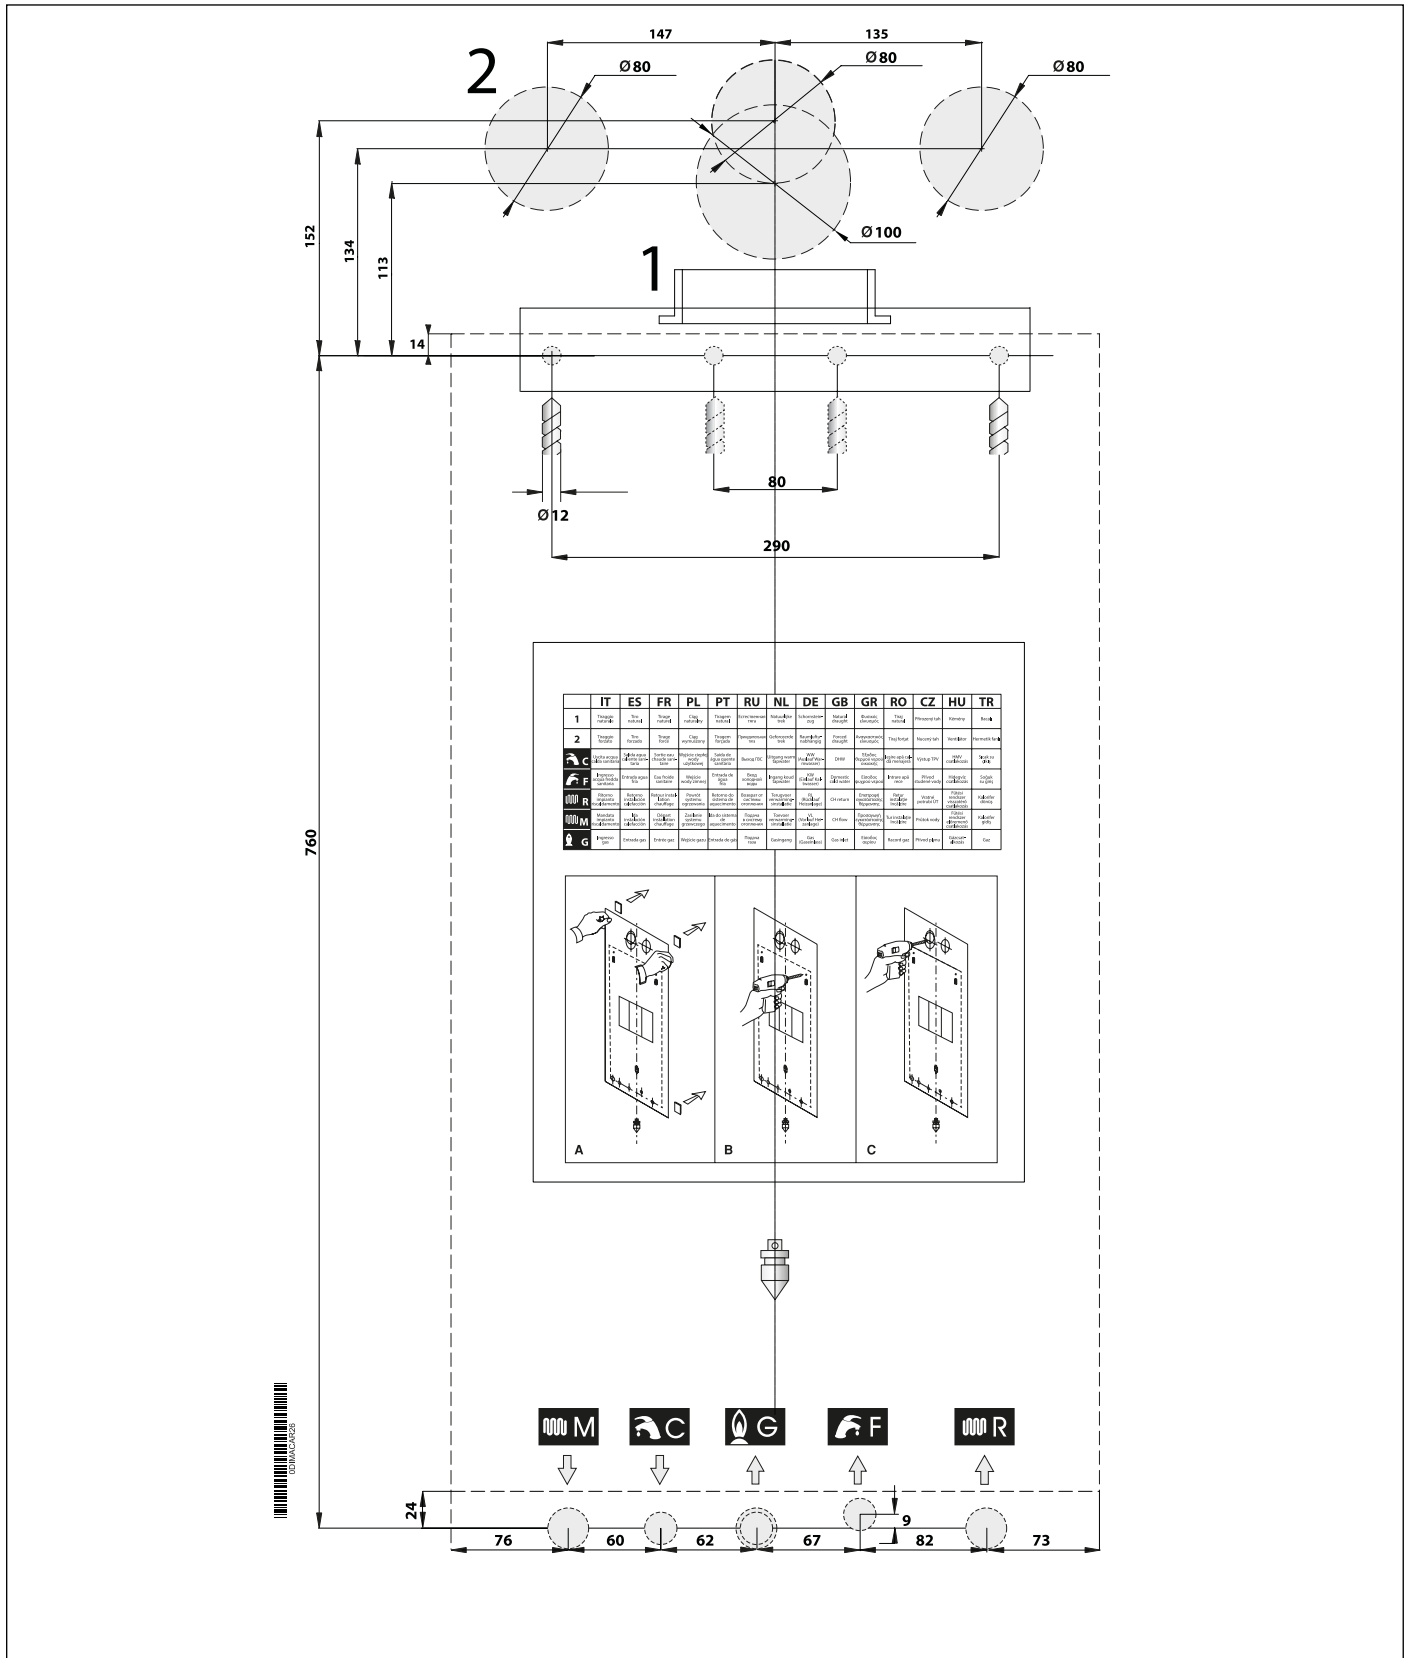

Fig. 15 Plantilla de instalación
- » la plantilla de fijación de la caldera a la pared (véase Fig. 15 Plantilla de instalación).
Cada aparato está provisto de una plantilla de papel correspondiente (ver Fig. 15 Plantilla de instalación).